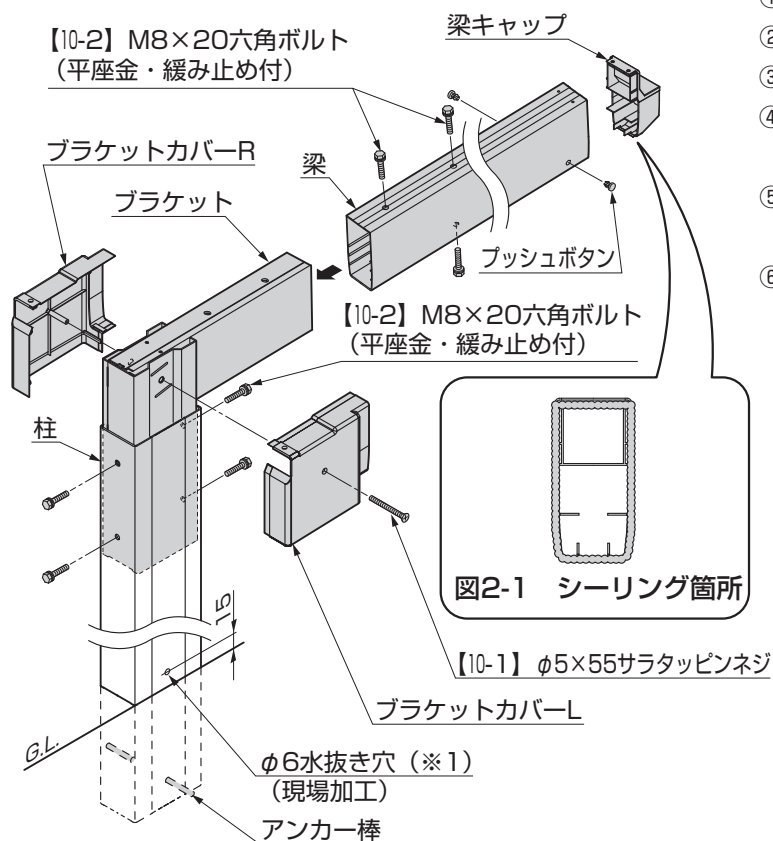

図2-1 シーリング箇所
- ①柱にアンカー棒を差込んでください。
- ②柱にブラケットを【10-2】で取付けてください。
- ③梁をブラケットに【10-2】で取付けてください。
- ④ブラケットカバーR、ブラケットカバーLを【10-1】で取付けてください。
- ⑤梁キャップにシーリング材を充てんして、梁に取付けてください。(図2-1参照)
- ⑥プッシュボタンを梁に取付けてください。
- 指定の箇所にシーリングしてください。(図2-1参照)